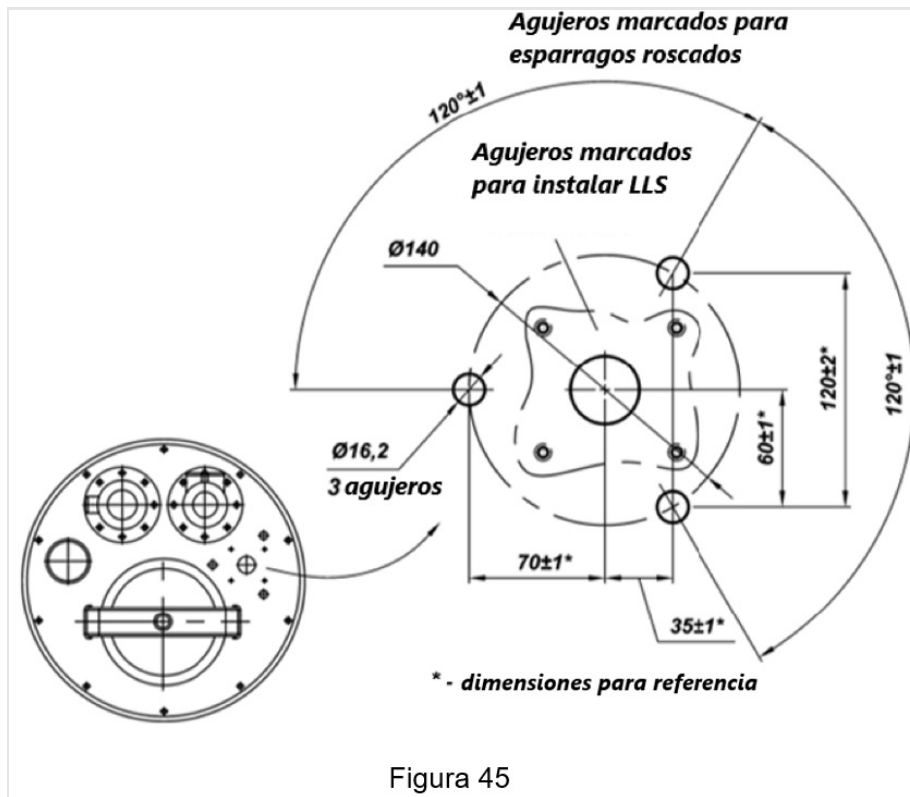

Figura 45
3. Perfore los agujeros para los pasadores roscados DIN 975 como se ilustra en la Figura (Figura 45). Las dimensiones proporcionadas son sólo de referencia y depende del diseño específico del tapón de llenado.